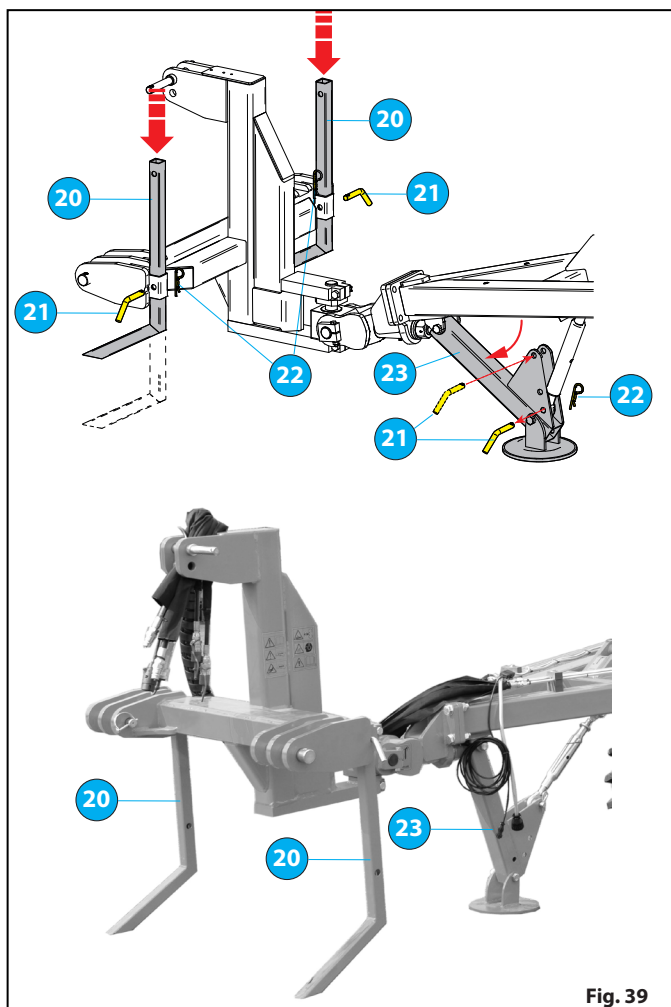

Fig. 39
- Opuścić podpory spoczynkowe **20 i 23** «Fig. 39».